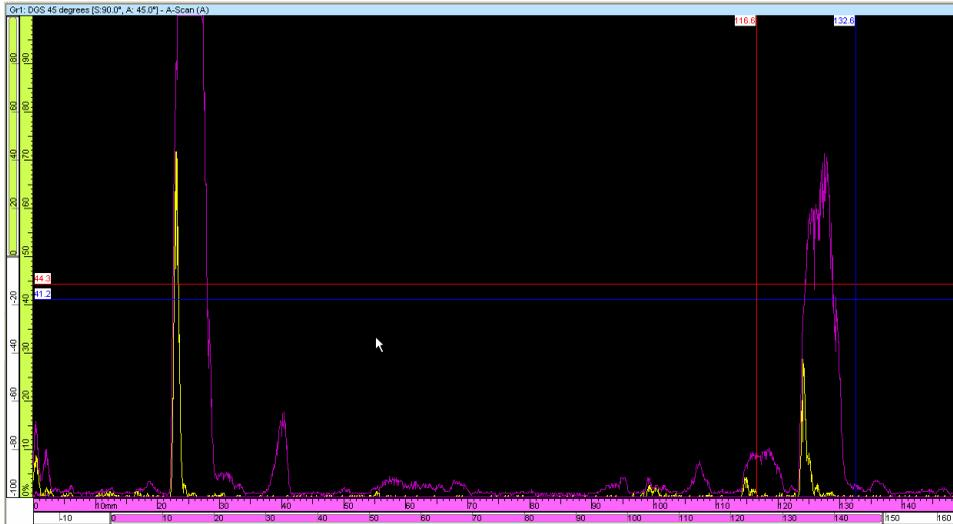

**Figure 4-43 Blocs étalons IIW et DSC**
- **K1-IIW** (voir le bloc étalon IIW dans la Figure 4-43 à la page 283)
- **K2-DSC** (voir le bloc étalon DSC dans la Figure 4-43 à la page 283)